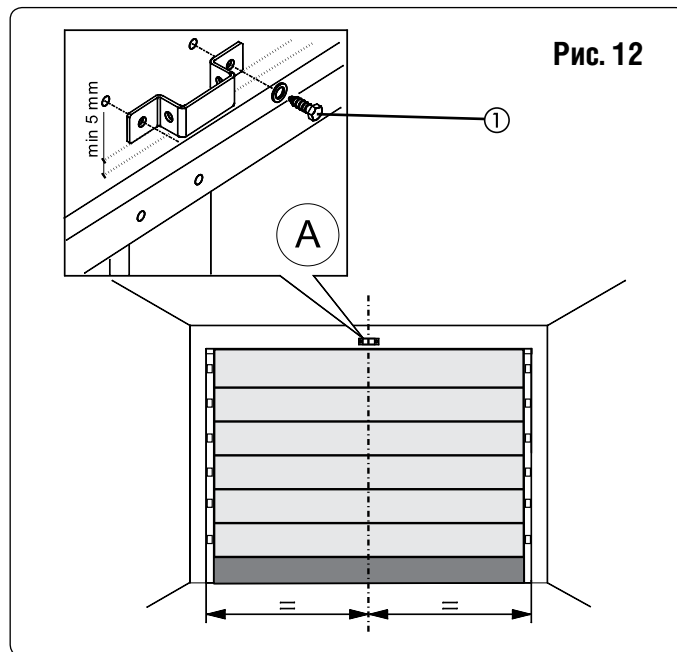

Рис. 12
- б. разместите составные части кронштейна на направляющей (см. рис.12) и сдвигайте их навстречу друг другу до щелчка.